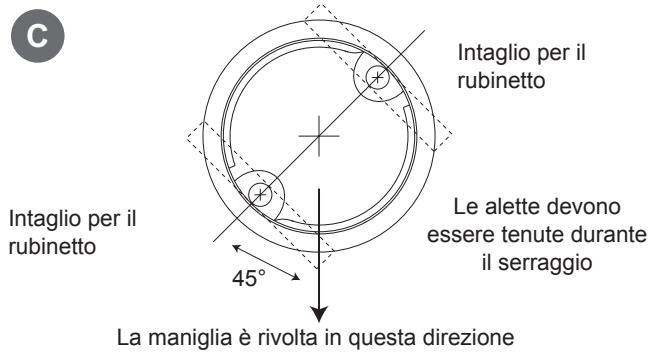

Figura 5
- C. Per eseguire questo passaggio, guardare in basso attraverso la base. Prima di stringere i bulloni, stabilire la corretta rotazione della base. La posizione finale della maniglia sarà a 45° di distanza dalle teste del bullone. Utilizzare la Figura 5 per stabilire la migliore posizione di installazione. Durante il serraggio del bullone, tenere il fermo in posizione attraverso il foro della base. Il fermo a molla entrerà in contatto con il fondo del piano di lavoro restando in posizione. Non serrare completamente. Ripetere la procedura per il secondo bullone con fermo. Controllare la posizione finale della base e dei bulloni con fermo. Serrare i due bulloni in modo uniforme. **NON STRINGERE TROPPO.** Serrare solo quanto necessario ad impedire che la base giri durante la rotazione del rubinetto in posizione.